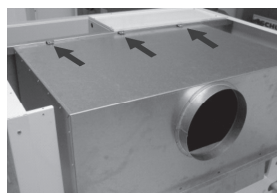

Рис.6
2. После снятия верхнего покрытия демонтировать прерыватель тяги. Прерыватель тяги закреплен 3 саморезными винтами к внутренней стороне котла (рис. 6).